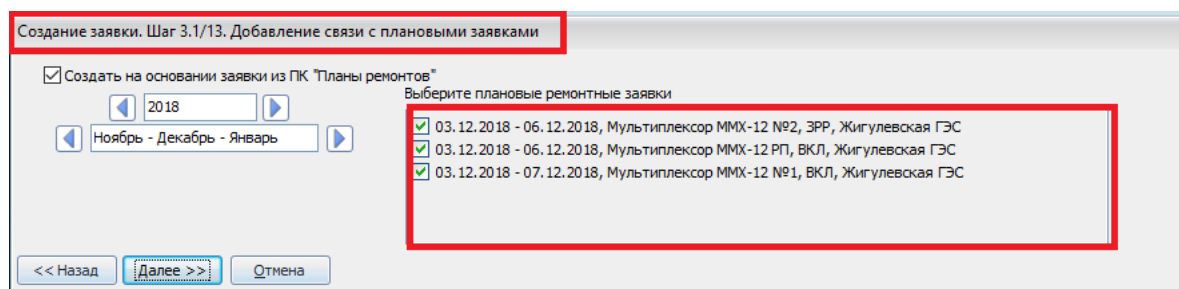

Рисунок 10.11 – Добавление связи с плановыми заявками
- **«Шаг 3.1/12. Добавление связи с плановыми заявками».** Шаг отображается, если на шаге 3/12 выбрана категория заявки «Плановая». На данном шаге необходимо выбрать плановые ремонтные заявки, которые будут сопоставлены с создаваемой диспетчерской (при установленном флаге «Создать заявку на основании заявки из ПК «Планы ремонтов», по умолчанию флаг установлен) (Рисунок 10.11). При включенной функции ScheduleAgreeComparison=1 в файле zvk.ini (см. руководство системного администратора раздел «Описание параметров файла zvk.ini») данный шаг будет доступен для заявок, созданных за чужое предприятие с целью согласования. При включенной функции ScheduleAgreeComparison=1 в файле zvk.ini (см. руководство системного администратора раздел «Описание параметров файла zvk.ini») поиск подходящих плановых заявок на шаге 3.1/12 выполняется не только по ГР с целью «утверждение», «согласование», но и по ГР с целью «предварительное согласование» (алгоритм поиска ПРЗ для сопоставления не меняется). Данные ПРЗ имеют в информации текст «(предварительное согласование)» и располагаются после ПРЗ из ГР с целью «согласование», при этом сортировка ПРЗ из графиков с целью «утверждение», и ПРЗ из графиков с целью «согласование», и ПРЗ из графиков с целью «предварительное согласование» остается прежней и отрабатывает в своих мини-группах.